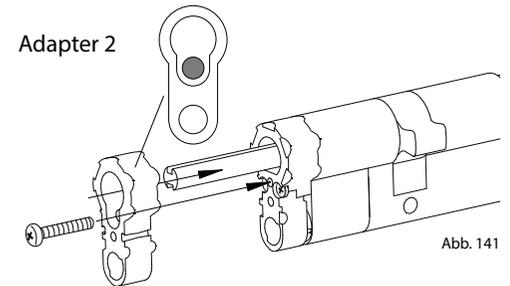

Abb. 141
- 54 - 59 mm = Adapter 1 und 2 benötigt (Abb. 141)